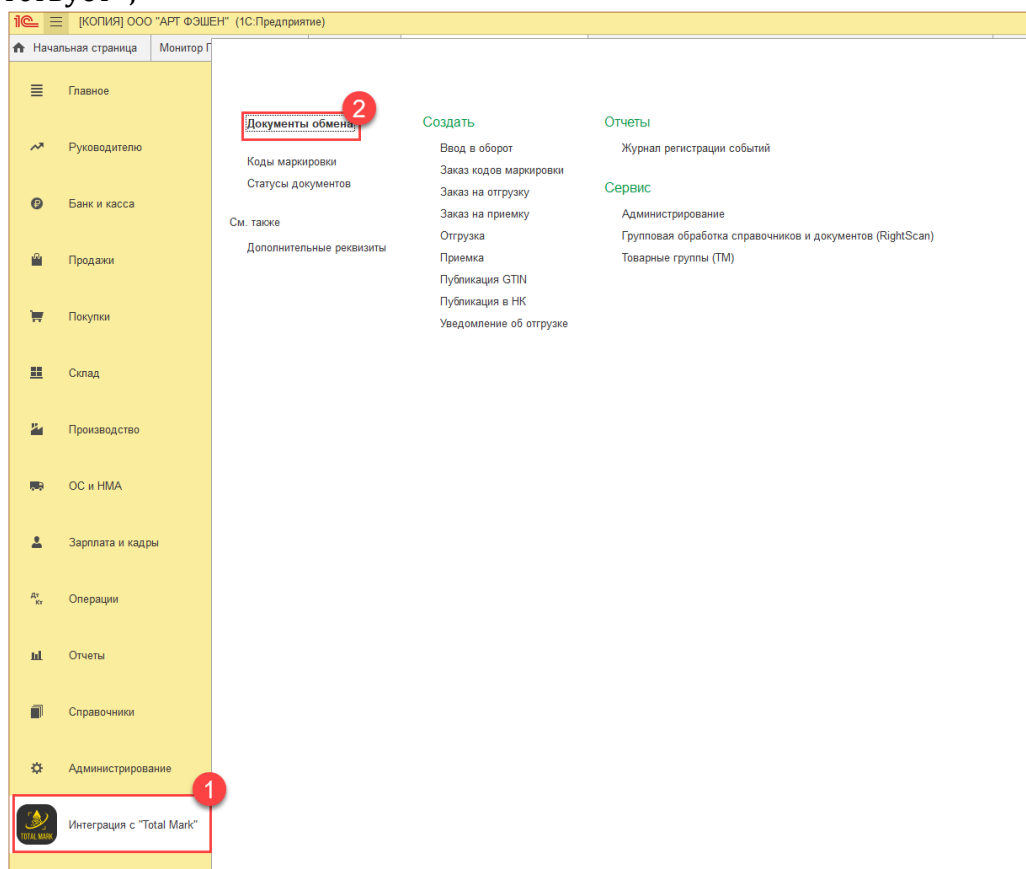
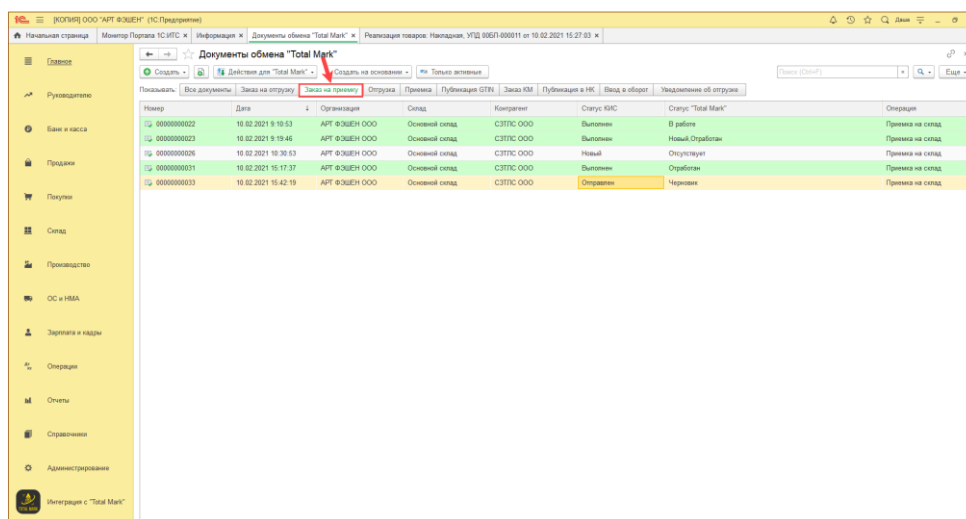

Рис. 10-5 - Создание документа обмена "Заказ на приемку" в 1С:БП
Рис. 10-6 - Создание документа обмена "Приемка"
- 2.6. Для того, чтобы убедиться, что Заказ успешно выгружен в Total Mark, необходимо открыть список документов обмена (Сервис/Интеграция с Total Mark /Документы обмена) (Рис. 10-5, Рис. 10-6);